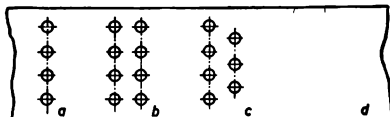

Bild 10
7. Deute in Bild 10 neben d eine dreireihige Zickzacknietung an!